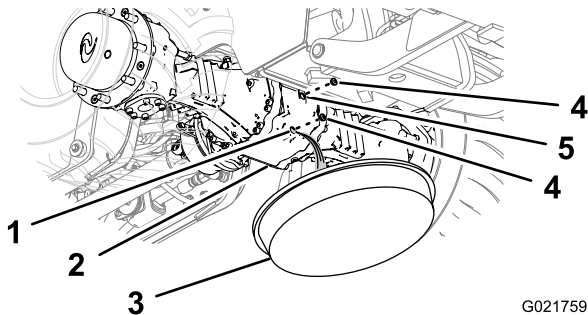
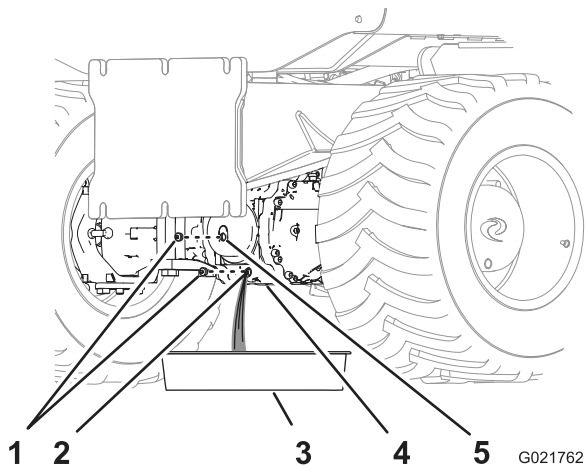

Figure 68
Figure 69
1. Placez un bac de vidange sous le carter des pignons du pont (Figure 68 et Figure 69).
2. Retirez les bouchons de l'orifice du bouchon-indicateur et de l'orifice de vidange du carter des pignons (Figure 68 et Figure 69).